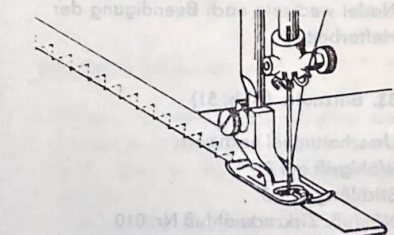

Abb. 49
30. Säumen von elastischem Material (Abb. 49)